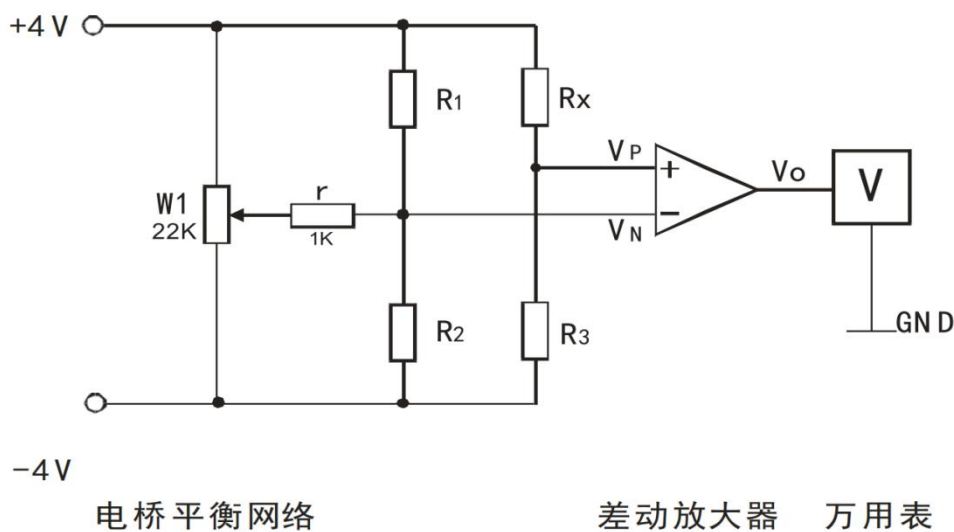

图 2
2、按图 2 接线，图中 R_X 为应变片， r 及 $W1$ 为可调平衡网络。